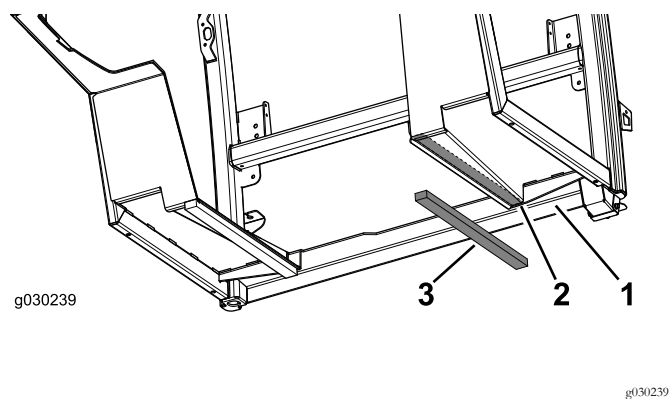

Figure 7
2. Appliquez les autres joints de plancher sur le côté droit de la cabine (Figure 7).